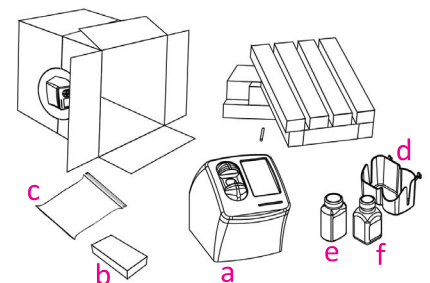

Figura 4
7. Retire los paneles de espuma de los lados del instrumento (Figura 4).
Consulte la Figura 4.